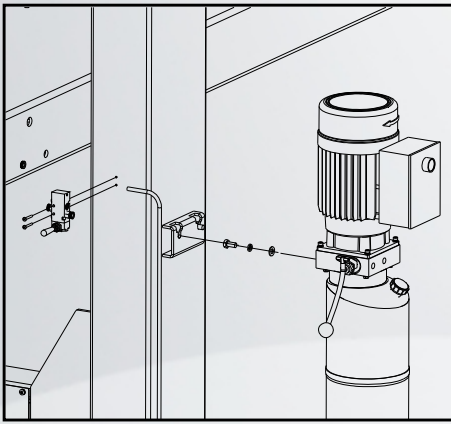

рисунок 6
1. Установите управляющий воздушный клапан на колонну при помощи двух винтов М4Х30 (см. рис. 6).